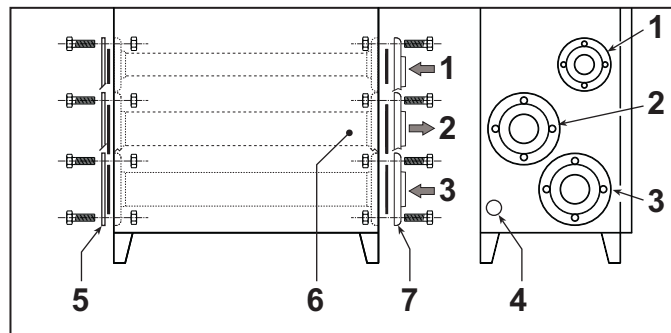
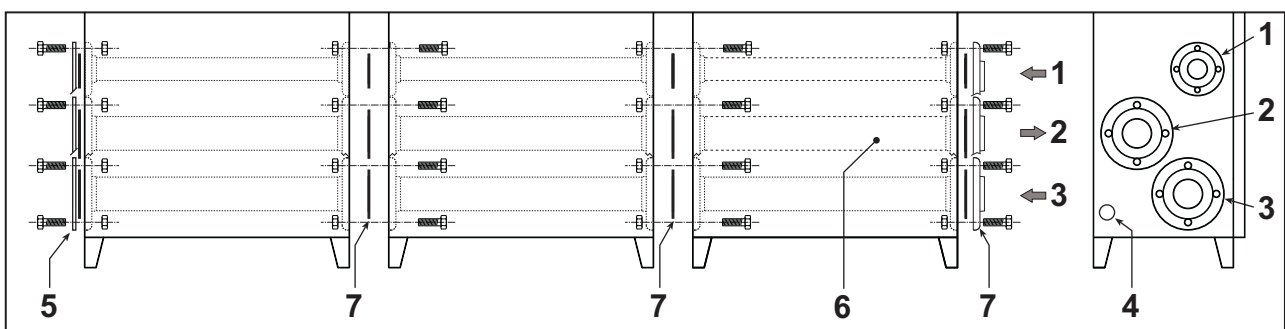

fig. 16
fig. 17
Para conectar un módulo - fig. 16
Para conectar varios módulos en cascada - fig. 17
- Colocar las bridas ciegas en el último módulo interponiendo las guarniciones (fig. 16 y fig. 17).